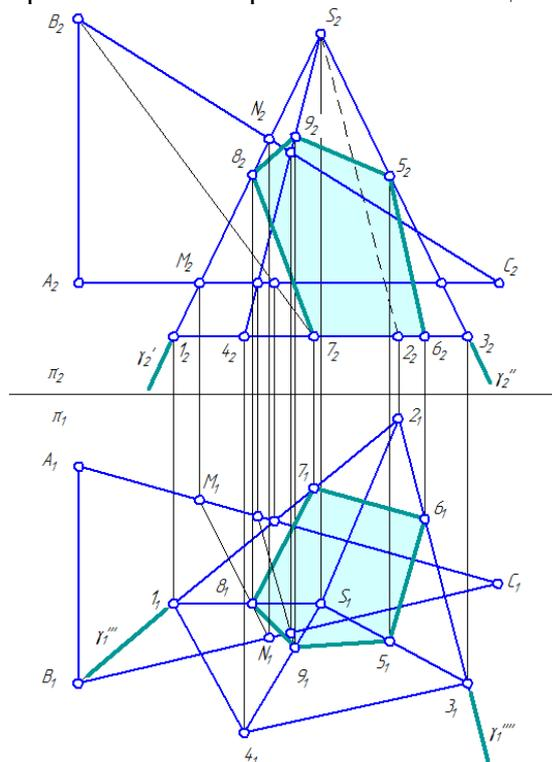

Рисунок 5.2.4 – Построение сечения
- 1) Построить горизонтальные и фронтальные проекции пирамиды и $I234S$ и плоскости ΔABC (Рисунок 5.2.4);